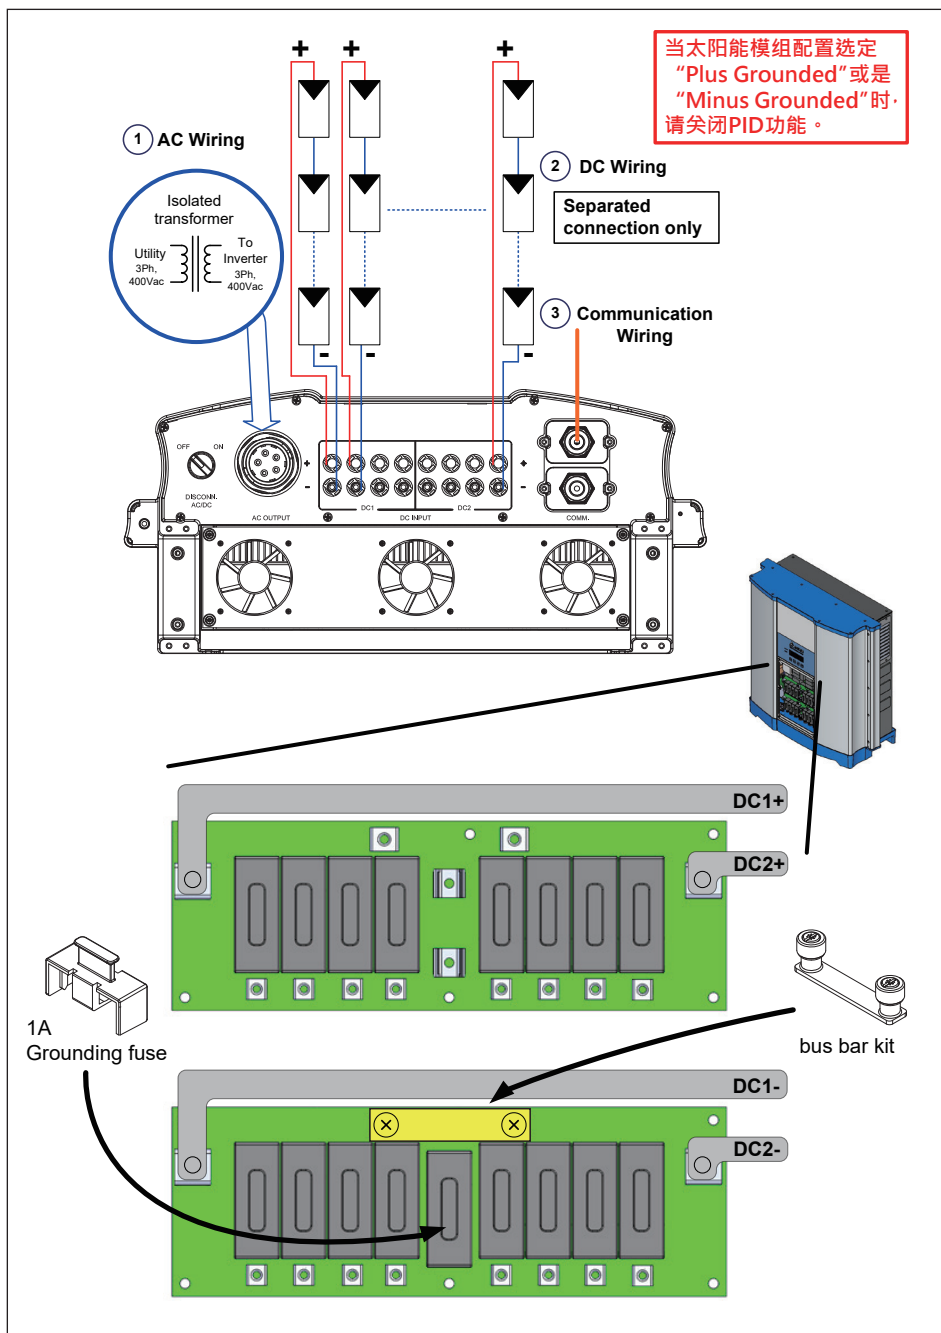
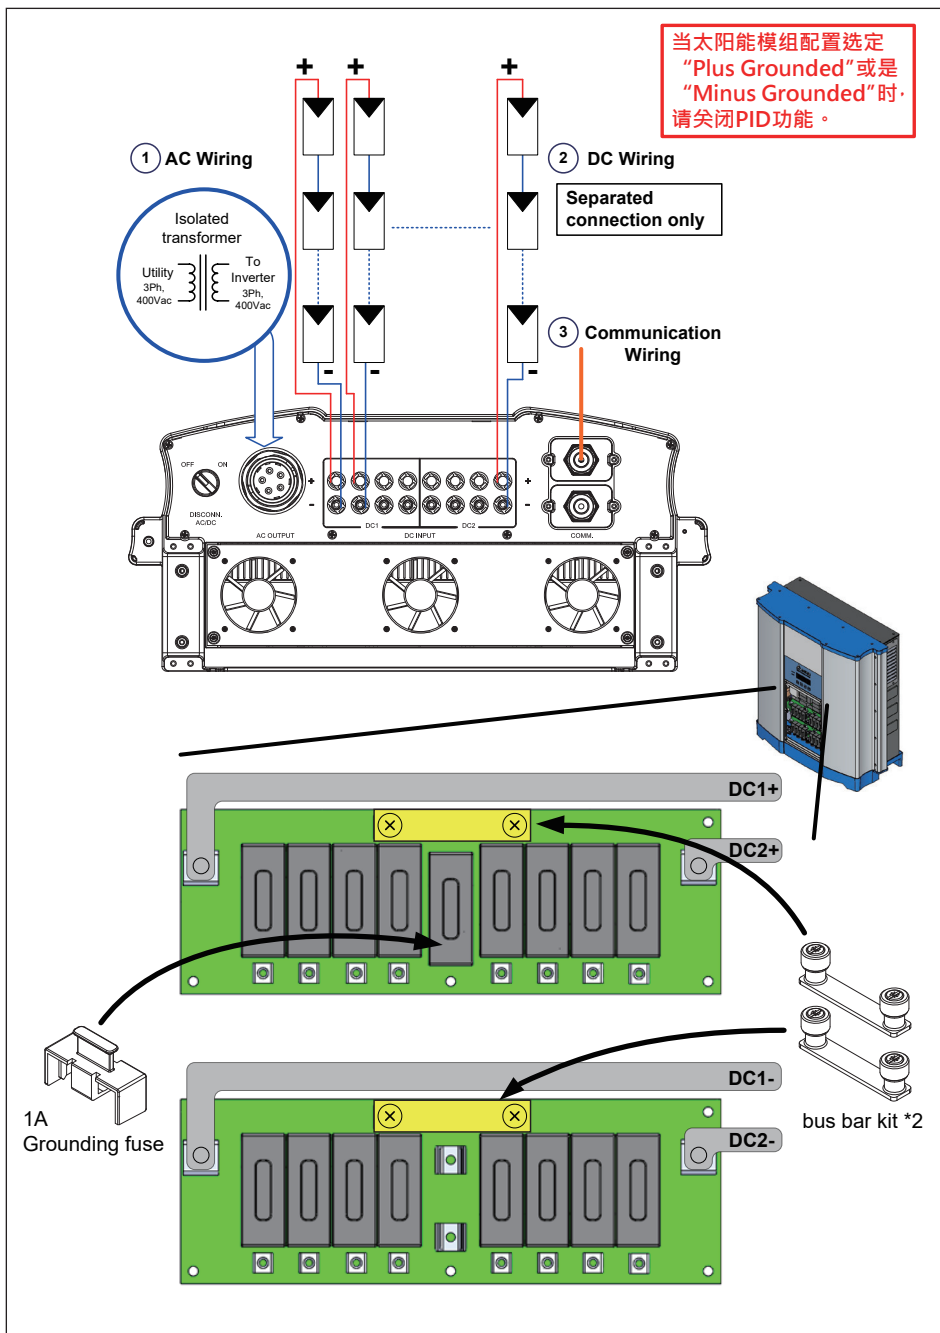

图4-3 : M30A_120 DC端负接地配线图
图4-4 : M30A_120 DC端正接地配线图
- RPI系列机种内部并未附带隔离变压器。若太阳能板为正端接地或负端接地时，使用者须于AC端加装外部隔离变压器，并于逆变器内安装1000V/1A之midget型接地保险丝与短路导电片。详细的接线方式请参考图 4-3、图 4-4。